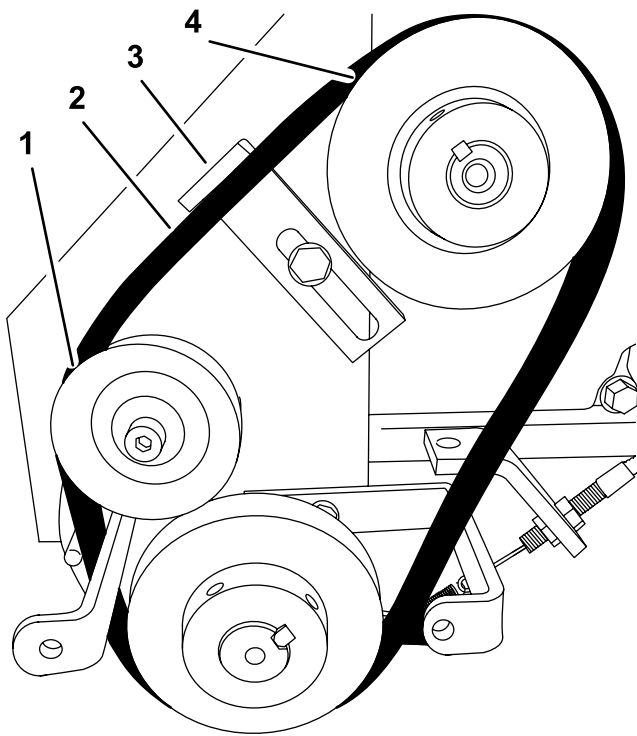

Figura 23
3. Retire la correa de la polea tensora de la correa (Figura 23).
4. Retire la correa de la polea de la caja de engranajes (Figura 23).
5. Retire la correa de la polea del motor, y retire la correa (Figura 23).
2. Alinee la correa sobre la polea del motor (Figura 23).
3. Alinee la correa sobre la polea de la caja de engranajes (Figura 23).
4. Coloque la correa sobre la polea tensora de la correa (Figura 23).